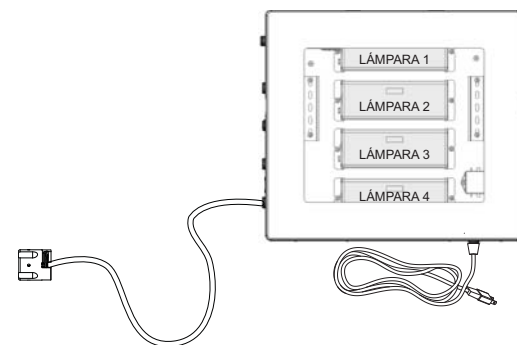

Figura 3 Bucle de goteo
- Monte el receptáculo Hi-Flo en la pared, cerca de la cámara del reactor. Lo ideal sería colocar el receptáculo sobre el reactor y lejos de cualquier punto de conexión de agua para evitar que se vierta agua en el receptáculo por medio de fugas en un punto de conexión o un sistema de "transpiración". Asegúrese de permitir un "bucle de goteo" Figura 3 en la lámpara, el sensor y el cable de alimentación para evitar, de nuevo, que entre agua en el receptáculo. Fije los cables a tierra verdes al terminal de toma de tierra que hay en el extremo del recipiente de reacción y asegúrelos bien con la tuerca que se incluye Figura 4.
- El receptáculo se debe montar encima o al lado de la cámara del reactor. No realice nunca un montaje vertical con el conector de CA encima del controlador para evitar que la humedad caiga por el cableado con el consiguiente riesgo de incendio. Es muy recomendable usar bucles de goteo en los cables conectados al controlador. Consulte Figura 3.